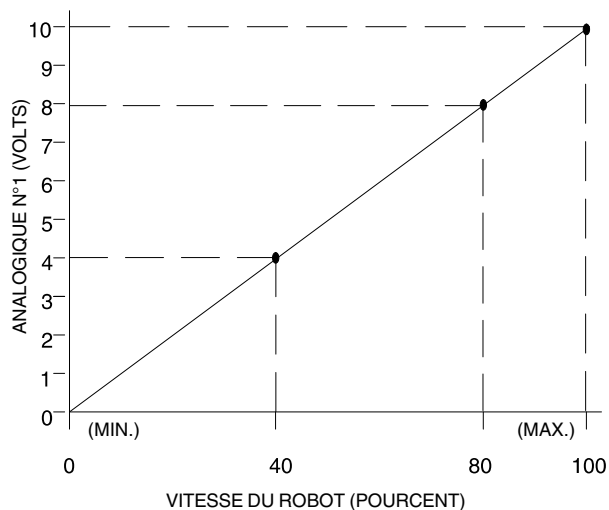

Figure 5 Relation entre le signal analogique et la vitesse du robot
Voir la figure 5. Configurer le contrôleur de robot pour faire varier le signal analogique ou le signal de vitesse de l'outil de 0 à 10 VCC sur toute la plage de vitesse du robot.
**REMARQUE :** La figure 5 représente un exemple de la relation approximative qui existe entre la vitesse du robot et la tension analogique. Une vitesse du robot de 80 % correspond à une tension de 8 VCC. Une vitesse du robot de 40 % correspond à une tension de 4 VCC. Cette relation est uniquement fournie à titre indicatif.